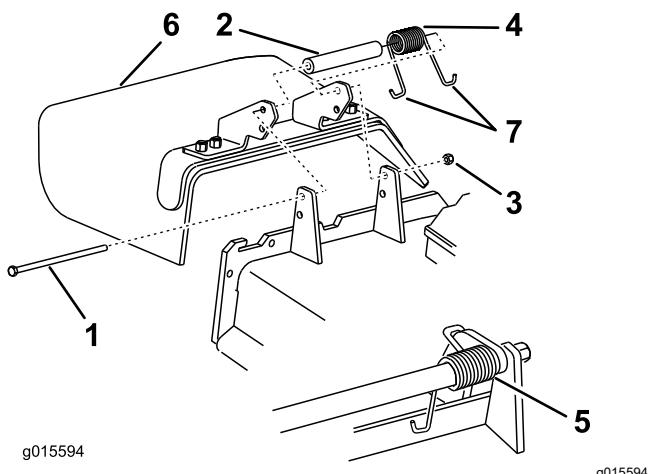

Figure 88
1. Retirez le contre-écrou, le boulon, le ressort et l'entretoise qui fixent le déflecteur aux supports de pivot (Figure 88).
Remarque: Prenez soin de placer une extrémité en J du ressort derrière le bord du plateau avant de mettre le boulon en place, comme montré à la Figure 88.
6. Accrochez 1 extrémité en J du ressort au déflecteur d'herbe (Figure 88).